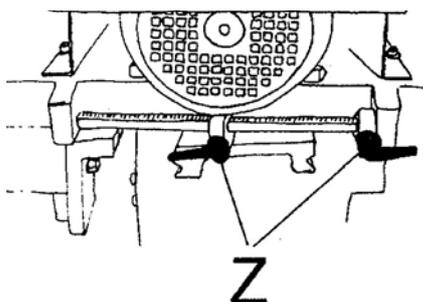

Abb. 19: Tiefeneinstellung LLB 30
Schritt 4: Den horizontalen Lauf der Maschine mit Hilfe der Spannhebel Pos Z (Abb.19) einstellen.